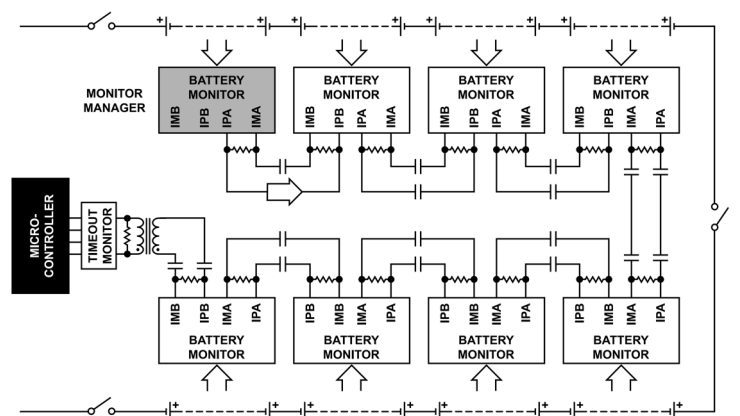

図 19. 基本的な LPCM システム構成
LPCM チェーンは、図 19 に示すように、モニタ・マネージャ (MM)、少なくとも1つのモニタ、およびタイムアウト・モニタ (TM) で構成されています。多くのシステムにおいて、ADBMS6821 (シングル) または ADBMS6822 (デュアル) isoSPI トランシーバがタイムアウト・モニタに使用されますが、ADES1830/ADES1831 は、上記のいずれの機能も実行するよう設定できます。